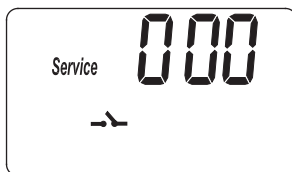
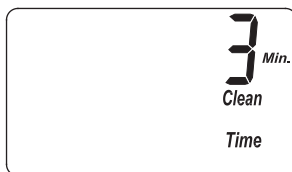
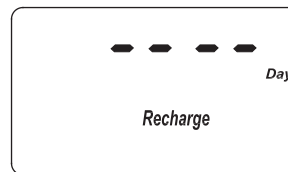
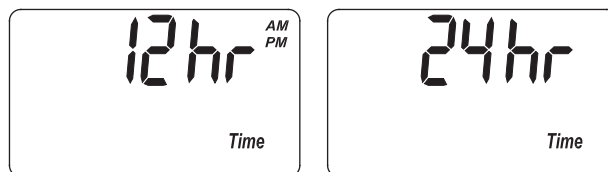

FIG. 32
FIG. 33
FIG. 34
FIG. 35
1. Mantenga oprimido el botón PROGRAM (Programar) hasta que aparezca la pantalla que se indica en la Fig. 32. Cuando ello ocurra, oprima tres veces el botón PROGRAM (Programar) y aparecerá la pantalla que se indica en la Fig. 33.
1. Mantenga oprimido el botón PROGRAM (Programar) hasta que aparezca la pantalla que se indica en la Fig. 32. Cuando ello ocurra, oprima cuatro veces el botón PROGRAM (Programar) y aparecerá la pantalla que se indica en la Fig. 34.
1. Mantenga oprimido el botón PROGRAM (Programar) hasta que aparezca la pantalla que se indica en la Fig. 32. Cuando ello ocurra, oprima cinco veces el botón PROGRAM (Programar) y aparecerá una de las dos pantallas que se indican en la Fig. 35.